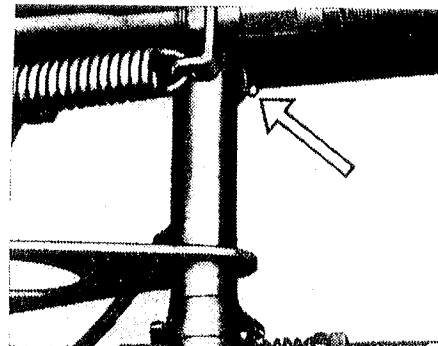

Abb. 48
22. **Kupplungszwischenwelle** alle 2000 km mit Abschmierfett schmieren (Abb. 48).